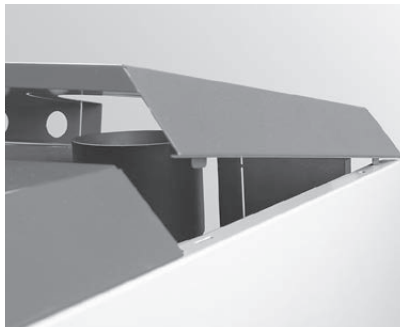

Fig. 142 Agganciare la copertura posteriore della caldaia
- Agganciare la copertura posteriore della caldaia negli intagli previsti sul rivestimento della parete laterale – Fig. 142.